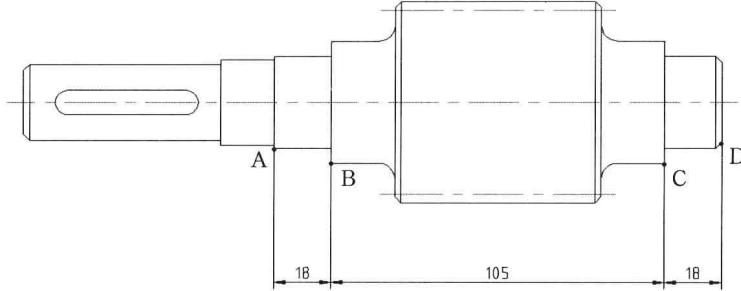

图 7-3-2
(6) 单击“注释”选项卡，在“标注”面板中单击“连续”按钮 ++ ，或者选择菜单命令“标注/连续”。
(7) 命令行提示“指定第二条延伸线原点或 [放弃(U)/选择(S)] <选择>”，依次捕捉并单击C和D点，标出直线距离。
(8) 命令行再次提示“指定第二条延伸线原点或 [放弃(U)/选择(S)] <选择>”，按Enter键，命令行提示“选择连续标注”，按Enter键，结束连续标注，如图7-3-2所示。如果此时用户选择标注，该标注将作为连续标注的基准，并开始创建下一个连续标注。